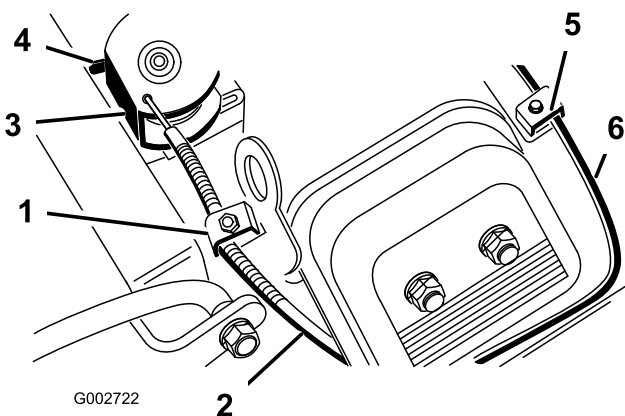

Figura 38
2. Afloje el tornillo de la abrazadera del acelerador que fija el cable al motor (Figura 38).
4. Tire firmemente del cable del acelerador hasta que la parte trasera del pivote entre en contacto con el tope (Figura 38).
2. Afloje el tornillo de la abrazadera del estarter que fija el cable al motor (Figura 38).
4. Tire firmemente del cable del estarter (Figura 38) hasta que la palomilla esté cerrada del todo, luego apriete el tornillo de la abrazadera.